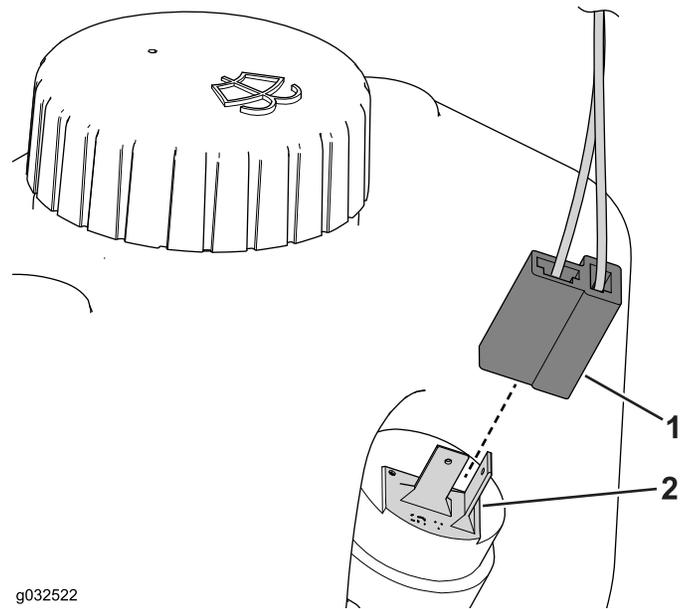

Figura 43
1. Collegate la spina al serbatoio di lavaggio (Figura 43).